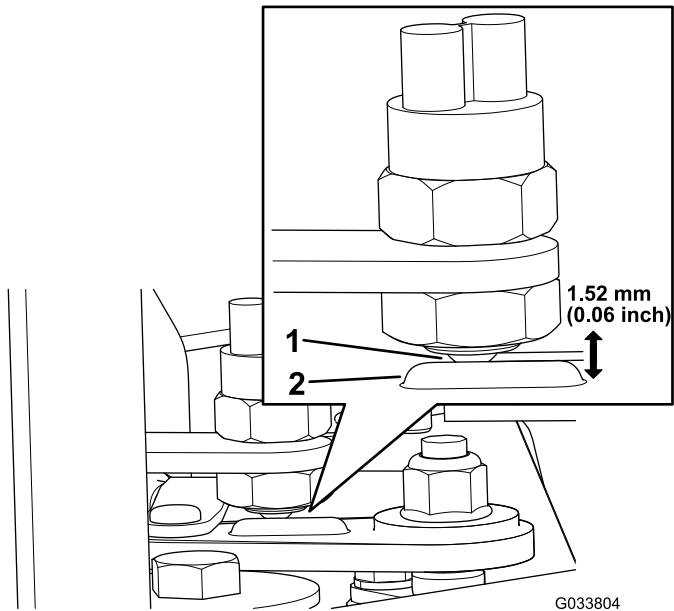

Bild 5
4. Stellen Sie sicher, dass der Kugelschalter sich vor dem Höcker am Schalthebel (Bild 5) befindet.
5. Stellen Sie die Tiefe des Kugelschalters auf einen Abstand von 1,52 mm zwischen dem Höcker am Schalthebel und der Vorderseite des Kugelschalters ein (Bild 5).